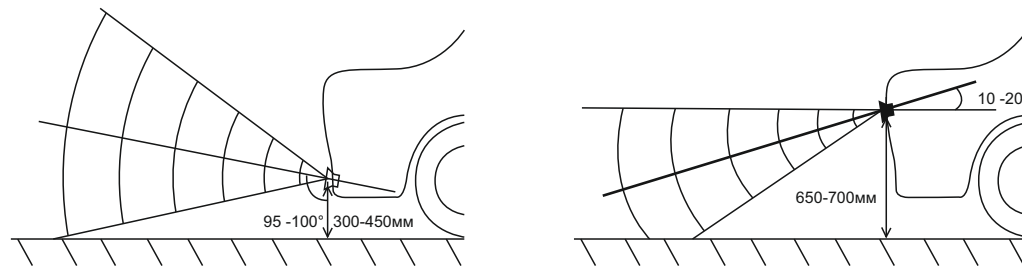

Рисунок 3.
8. При установке на поверхность, имеющую отклонения от вертикали до +/-10°, возможно скомпенсировать направление оси диаграммы работы датчика изменением высоты установки от 300 до 700 мм от поверхности земли (рисунок 3).